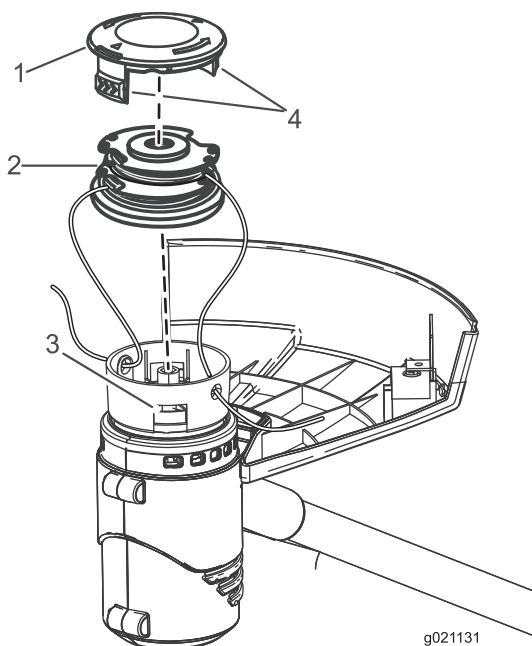

Figura 19
2. Presione las pestañas laterales del retén del carrete (Figura 19).
2. Retire el carrete. Ver Cambio del carrete (Figura 19).